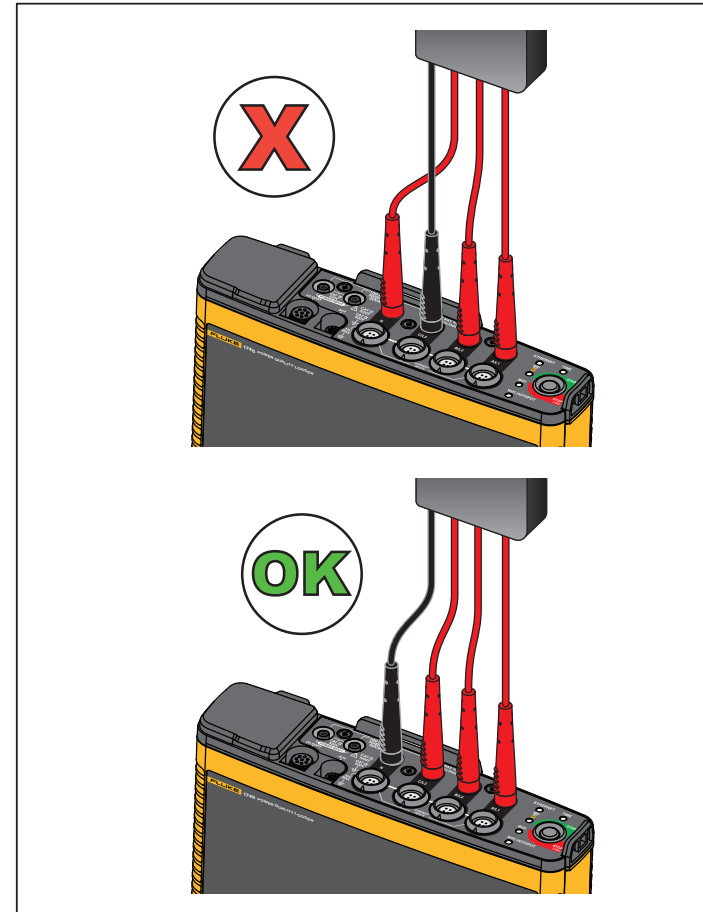

Abbildung 6. Messverbindung an Logger
3. Verbinden Sie die kurzen Prüflleitungen (siehe Abbildung 6) mit den Stromversorgungseingängen. Stellen Sie sicher, dass Sie die nicht stapelbaren Stecker verwenden. Die Prüflleitungen sind für Messung/Überspannung CAT III 1000 V und CAT IV 600 V zugelassen.